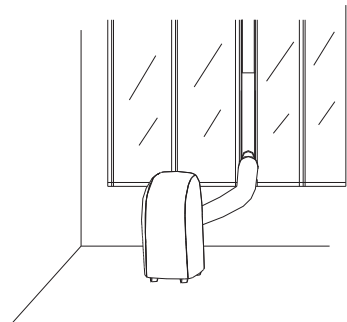

Fig. 11
12. Montagem da unidade completa, conforme ilustrado na Fig. 11.